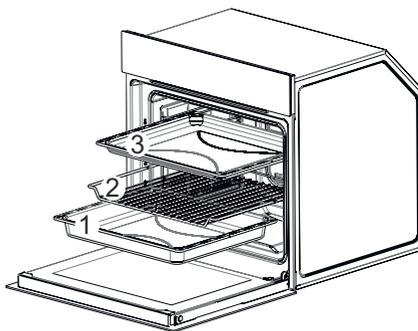

Рис. 17
- Снимите противни и гриль (1-2-3 /Рис. 17).